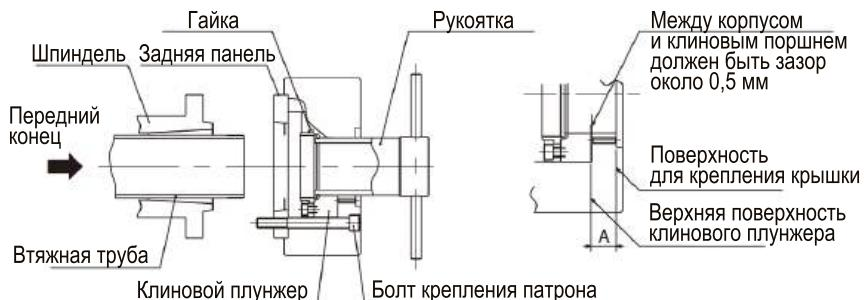

Рисунок 22
- Подходящим положением клинового поршня на переднем конце цилиндра является положение, при котором размер A на рис. 22 соответствует показанному в таблице ниже